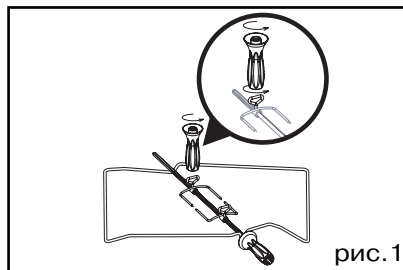

рис. 1
• Решётка с защитой от опрокидывания (рис. 1).
• вставьте в вертел одну из регулируемых вилок и насадите продукт; вставьте вторую вилку; отцентрируйте и закрепите при помощи винта обе вилки (рис. 1).